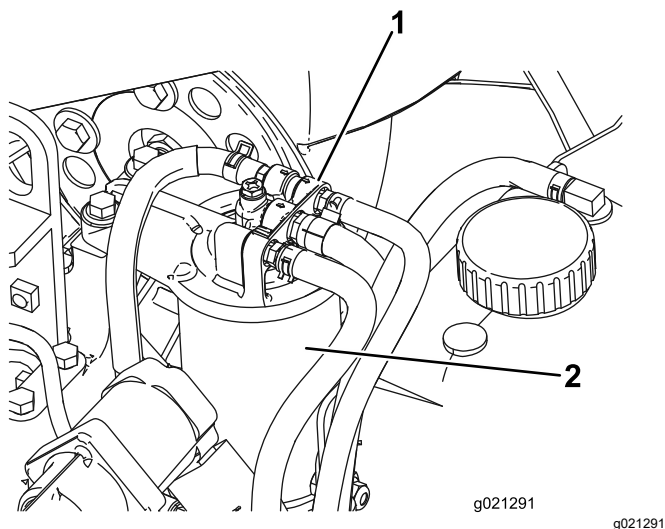

Figura 95
1. Limpe a zona em torno da cabeça do filtro de combustível (Figura 95).
2. Retire o filtro e limpe a superfície de montagem da cabeça do filtro (Figura 95).